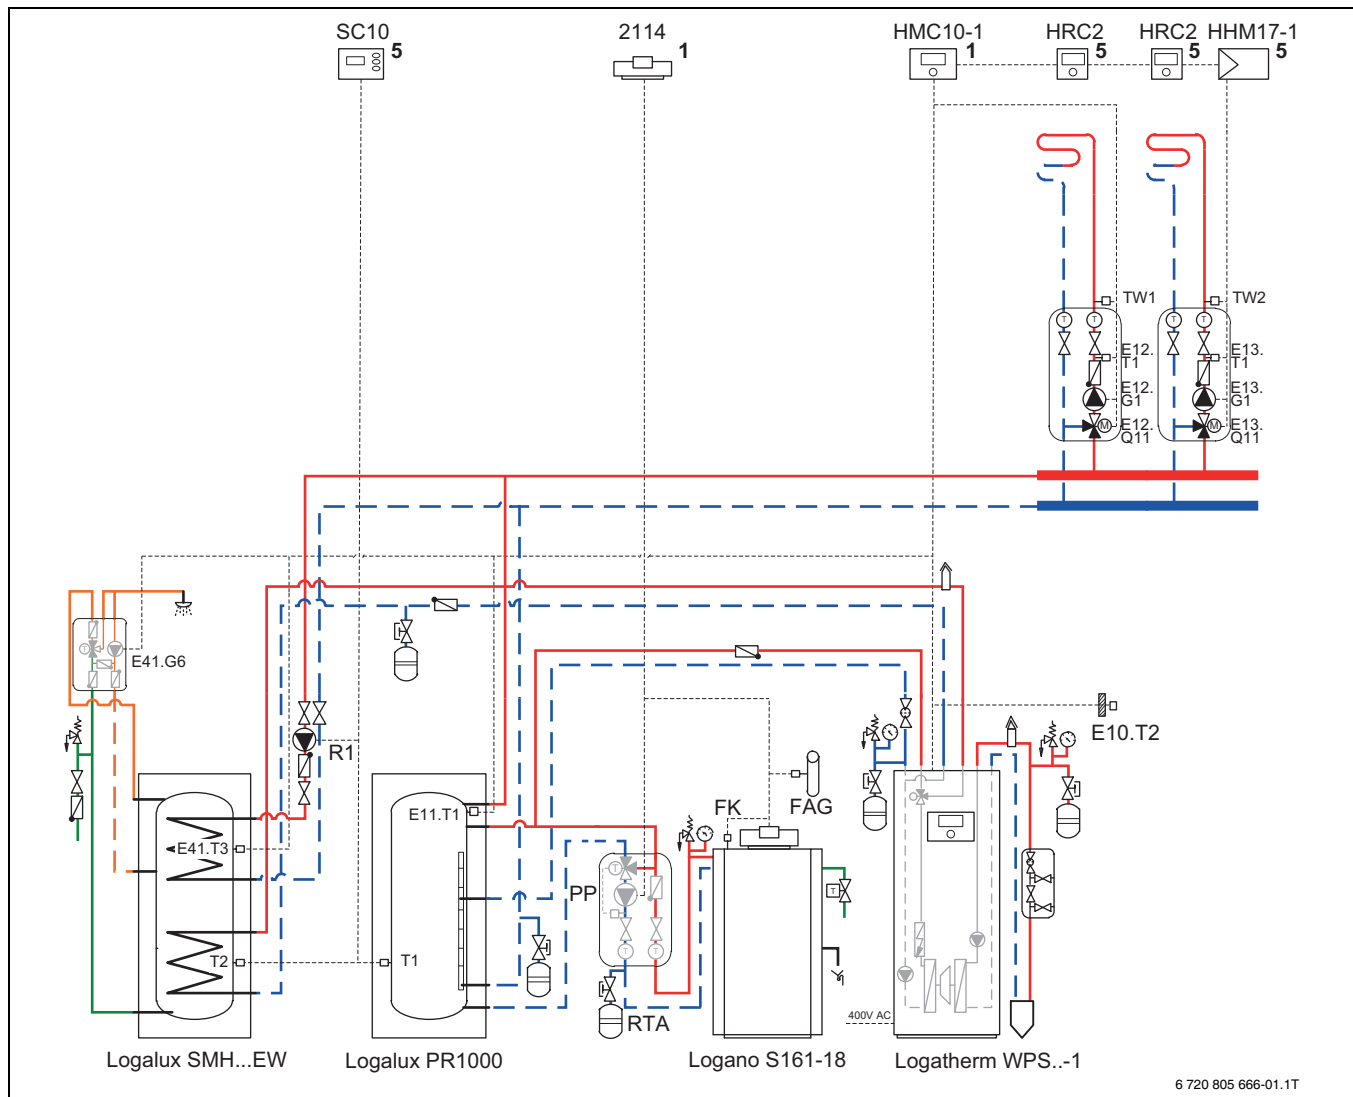

Bild 81 Schaltbild für das Anlagenbeispiel (Abkürzungsverzeichnis → Seite 71)
- Das Anlagenbeispiel Bild 81 ist eine abgestimmte und geprüfte Systemlösung. Sie gewährt eine optimale Funktion und Effizienz.